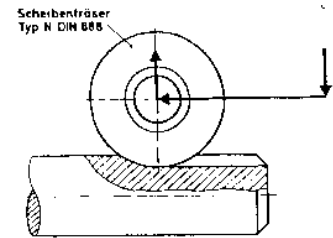

Abb. 10: Nutenfräsen
- Walzenfräsen mit Scheibenfräser (Abb. 10)